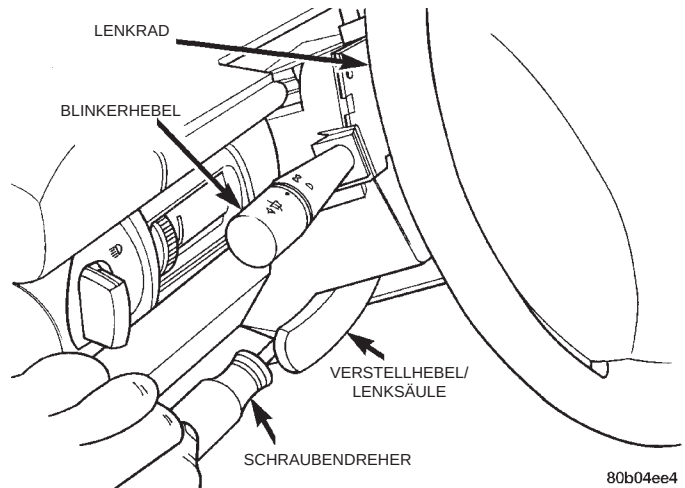

Abb. 15 Halteschraube für Verstellhebel/Lenksäule herausdrehen
(4) Lenksäule nach oben neigen und Verstellhebel/Lenksäule ausbauen (Abb. 15).